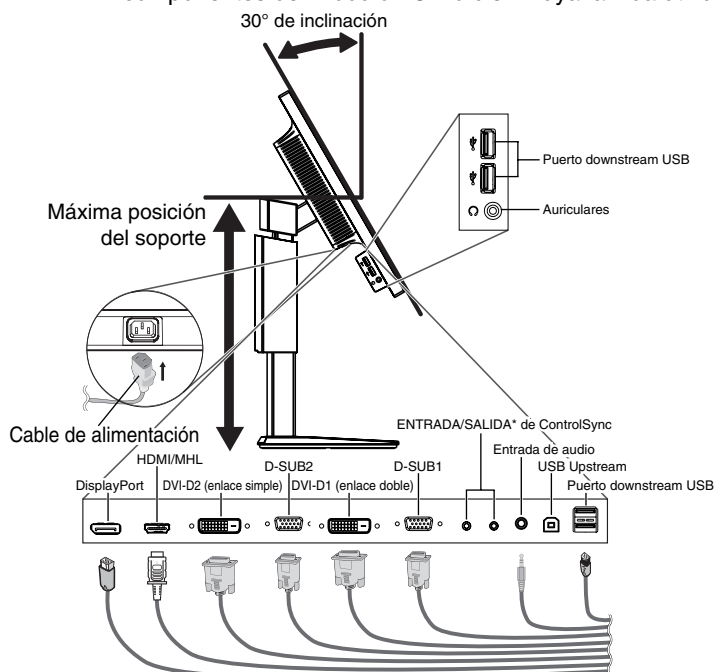

Figura C.1
- Conecte todos los cables en los conectores correspondientes (**figura C.1**). Al utilizar el cable USB, conecte el conector del tipo B al puerto USB de upstream en la parte trasera derecha del monitor y el conector del tipo A al puerto de downstream del ordenador (**figura C.1a**). Si está utilizando el cable de un dispositivo USB, conéctelo a uno de los puertos downstream del monitor.